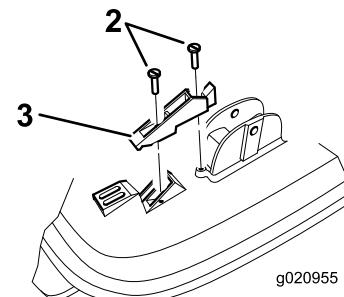

Bild 1
- Klopfen Sie die Einsätze (M4) vorsichtig in die zwei Löcher im Mähwerk, wie in Bild 1 abgebildet.
- Legen Sie die obere Anschlaghalterung auf die Oberseite des Mähwerks, wie in Bild 1 abgebildet, und befestigen sie mit zwei Schrauben (M4).